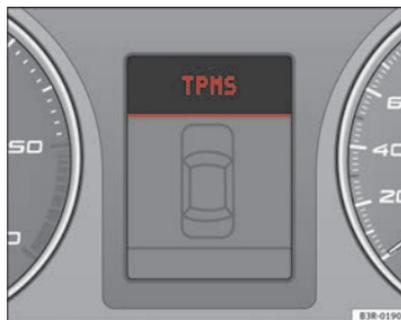
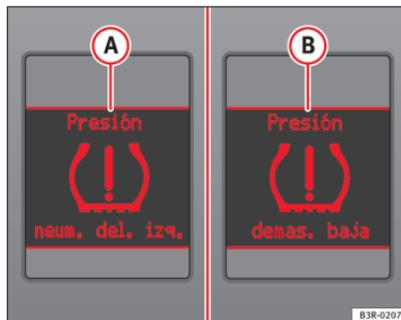

Abb. 45 Display: Systemstörung
Abb. 46 Display: Warnmeldung mit Warntext ►
Die gelbe Kontrollleuchte (L) leuchtet dauerhaft, wenn eine Systemstörung vorliegt oder wenn der Reifenfülldruck an mindestens einem der Reifen zu niedrig ist. Bei einer Systemstörung wird TPMS im zentralen Display des Kombiinstrumentes angezeigt ⇒ Abb. 45. Sobald ein abrupter Reifendruckverlust eintritt, wird am Mitteldisplay des Kombiinstrumentes die Meldung (A) ⇒ Abb. 46 eingeblendet. Wenn ein langsamer Reifendruckverlust eintritt, wird am Mitteldisplay des Kombiinstrumentes die Meldung (B) ⇒ Abb. 46 eingeblendet. Diese Meldung gibt nicht den jeweils betroffenen Reifen an. Wenn dies geschieht: